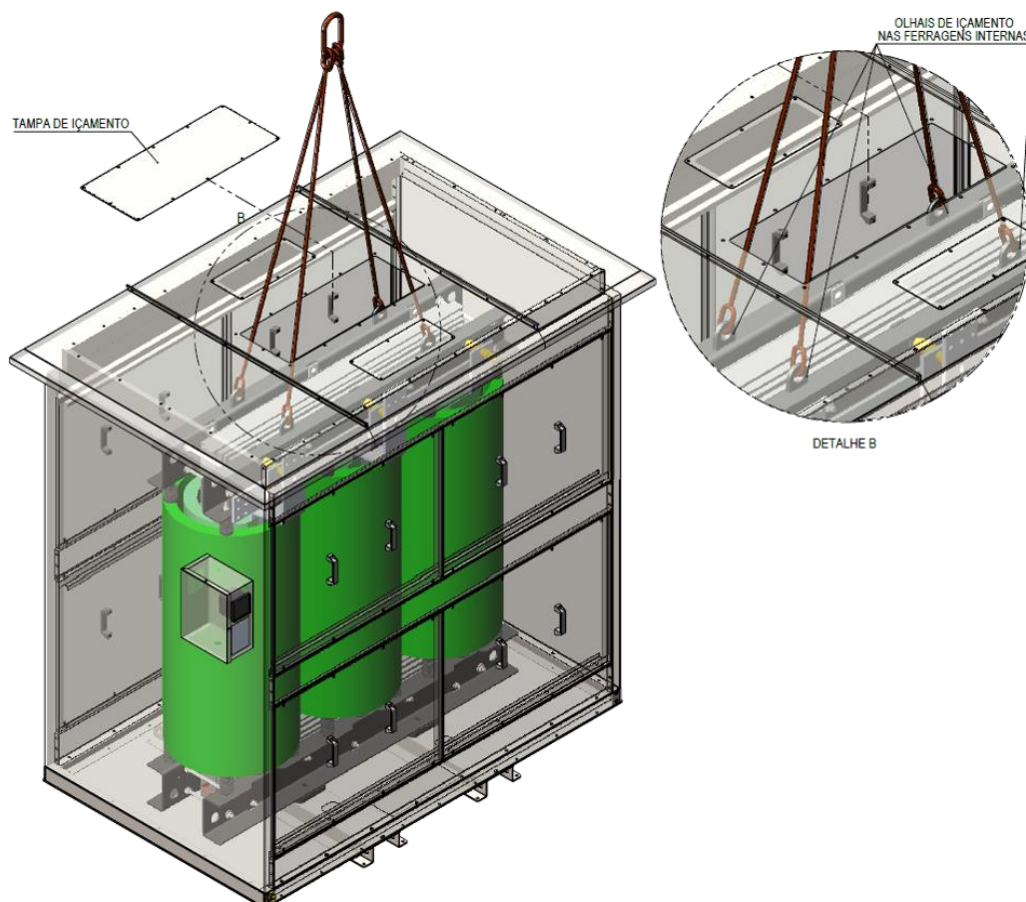

Figura 03 - Içamento do conjunto (transformador e invólucro de proteção)
- 1) A tampa contida no teto do invólucro deve ser removida e o transformador içado sempre pelos olhais das vigas superiores do transformador (internamente ao invólucro de proteção, conforme Figura 03). Caso necessário todo o teto do invólucro pode ser removido;
Olhais de içamento das ferragens internas para fixação das cintas / cabos de movimentação encontram-se conforme indicado na Figura 03 abaixo.